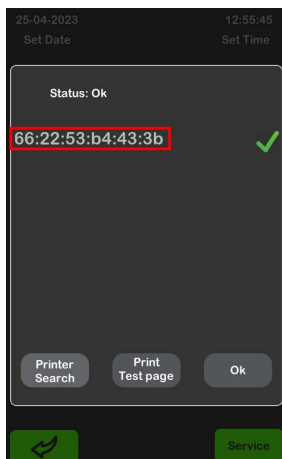

Рисунок 28. Меню підключення Bluetooth принтера
2. Зайдіть у меню "**SETTINGS**", потім натисніть кнопку "**Printer Setting**". У вікні, що відкрилося (рис. 28), натисніть кнопку "**Printer search**".